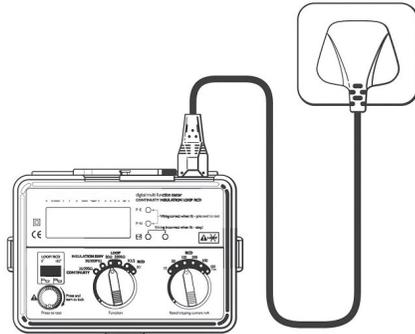

Fig 10
- Schließen Sie das Netzkabel (siehe Abb. 10 oben) an der IEC-Buchse des Geräts an.
- c) Schließen Sie das Netzkabel (siehe Abb. 10) an der IEC-Buchse des Geräts an.